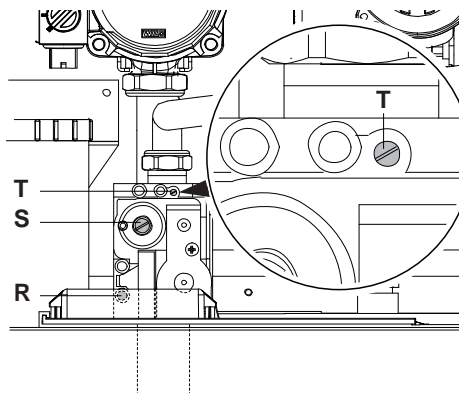
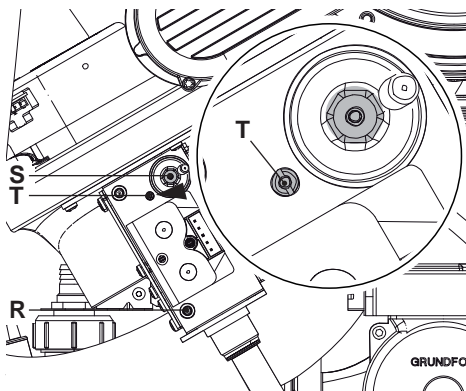

Figura 7.7
Figura 7.8
- Confrontare il valore di CO_2 letto sull'analizzatore fumi con quello nelle tabelle CO_2 a Q.min. sezione "Dati tecnici M150.50SR/..." a pag. 22 e sezione "Dati tecnici M151.90SR/..." a pag. 24. Per tarare il CO_2 della caldaia (pressione del gas al bruciatore) svitare il tappo in ottone (S) e agire sulla vite a brugola $\varnothing 4$ mm Figura 7.7 e Figura 7.8 (ruotando in senso orario il valore di CO_2 aumenta).
- Se i due dati non coincidono agire sulla vite regolazione massimo (T) in Figura 7.7 della valvola gas e tarare il CO_2 allo stesso valore riportato nelle tabelle della sezione "Dati tecnici M150.50SR/..." a pag. 22 e sezione "Dati tecnici M151.90SR/..." a pag. 24 (ruotando in senso orario il valore di CO_2 diminuisce).